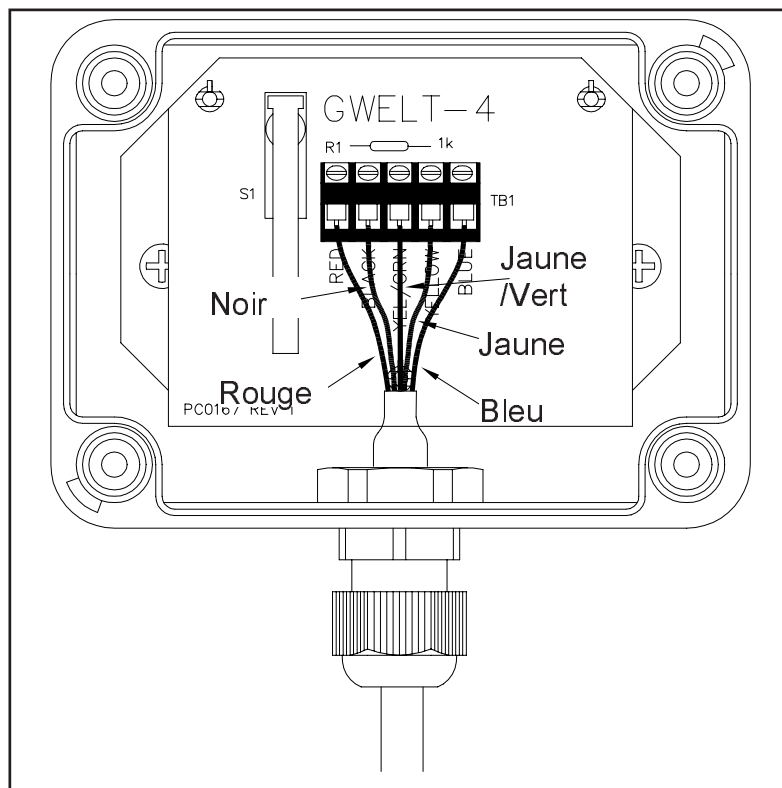

Figure 24
4. Connectez les extrémités du câble détecteur au connecteur de la boîte en veillant à respecter les couleurs imprimées sur le circuit imprimé (voir figure 24).